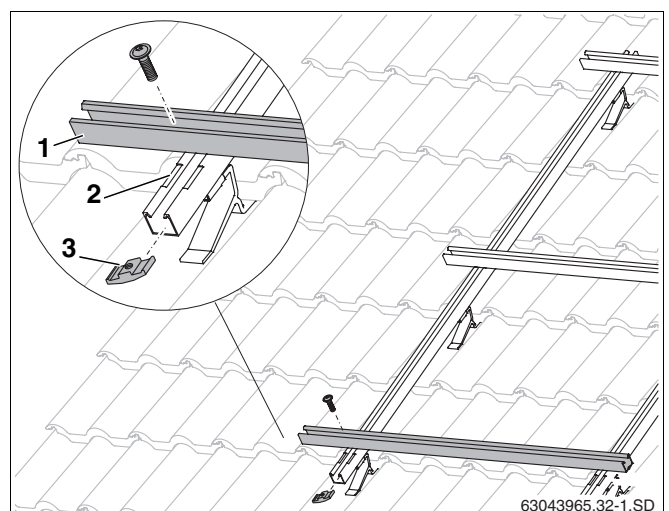

fig. 30 Instalar os perfis horizontais
- Colocar os perfis (fig. 30, **item 1**) nos entalhes (fig. 30, **item 2**) dos perfis de carga de neve e apertar ligeiramente com parafusos e porcas de alumínio (fig. 30, **item 3**), para que os perfis ainda possam ser alinhados.